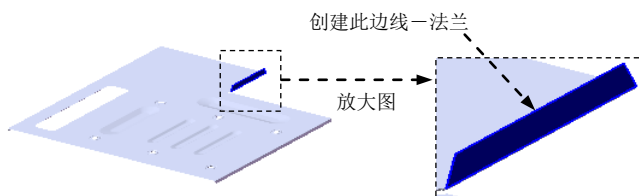

图 17.10.86 创建边线—法兰 3
Step25. 创建图 17.10.86 所示的边线—法兰 3。